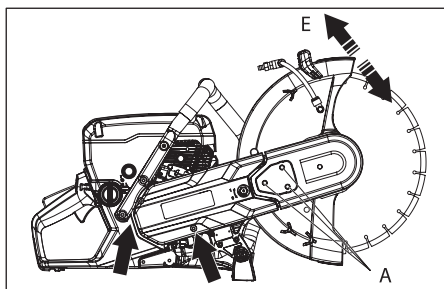

Рис. 22
4. Установите кожухи ремня и затяните гайки (А) от руки. Покачайте защитный кожух (Е) вверх и вниз 3–5 раз, а затем затяните гайки (А) с помощью ключа (рис. 22).